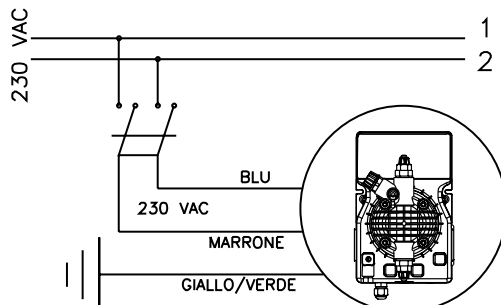

Fig. 4
1. Asegurarse que la misma esté desactivada eléctricamente (por ambas polaridades), desconectando los conductores de los puntos de contacto de la red a través de la apertura del interruptor omnipolar con una distancia mínima entre los contactos de 3 mm (Fig. 4).
- b. - Respetar las normas en vigor en los diferentes países por lo que se refiere a la instalación eléctrica (Fig. 4).
- a. Asegúrese de que esté desactivada eléctricamente (ambas polaridades) desconectando los conductores de los puntos de contacto de la red con el interruptor onipolar de distancia mínima entre contactos de 3 mm. (Fig. 4).